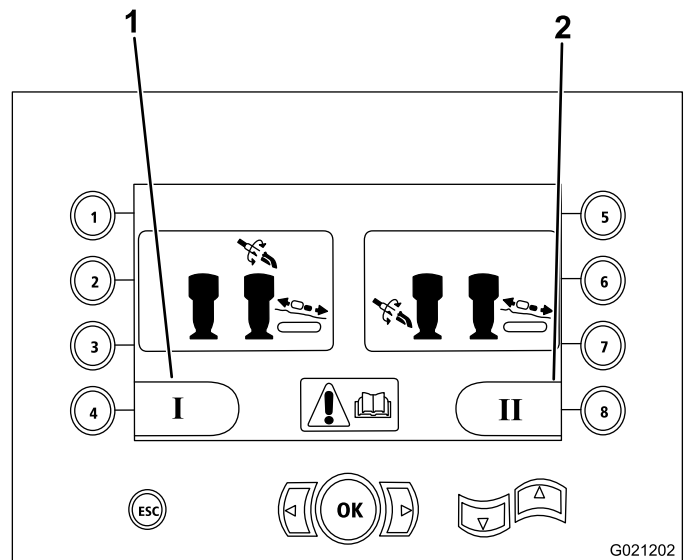

Figura 13
- Modo I – coloca las funciones de perforación en el joystick derecho, mientras que el joystick izquierdo dirige el cargador de tubos y las mordazas (Figura 13).
Pulse el botón 4 para seleccionar esta función (Figura 13).
- Modo II – divide las funciones de perforación, mordaza y cargador de tubos entre los joysticks derecho e izquierdo (Figura 13).
Pulse el botón 8 para seleccionar esta función (Figura 13).